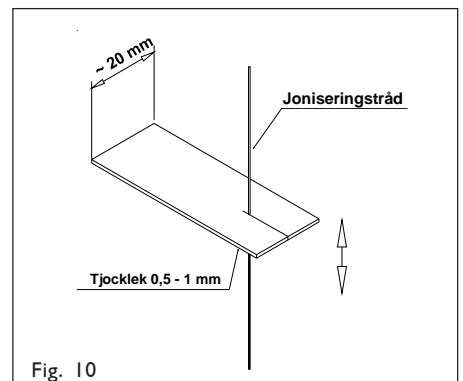

Fig. 10
6. Rengör joniseringstrådarna i filtret försiktigt med skursvamp eller med en plastremsa i vilken man har gjort en skåra t.ex. med en sax (fig. 10)
6. Kontrollera att joniseringsstrådarna är rena. Se duschvätt punkt 6. (fig. 10).